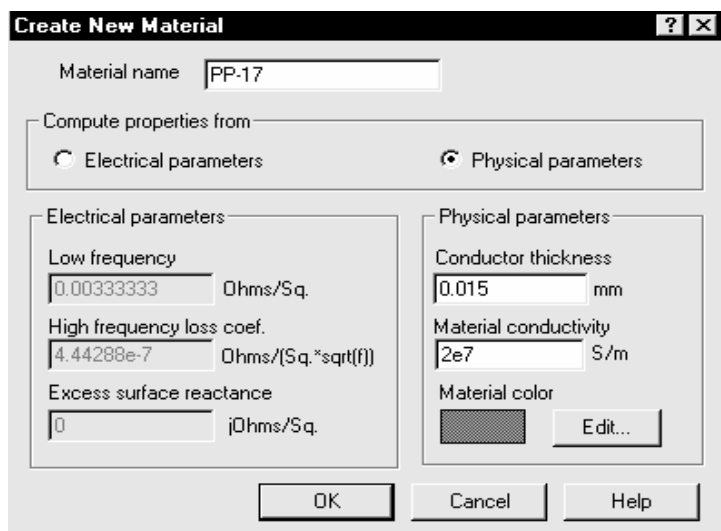

Рис. 4.43
1. Щёлкните правой кнопкой мышки по группе **Conductor Materials** в окне просмотра проекта и выберите **Add New Material** (Добавить новый материал) во всплывающем меню. Откроется диалоговое окно **Create New Material** (Создать новый материал), показанное на рис. 4.43.